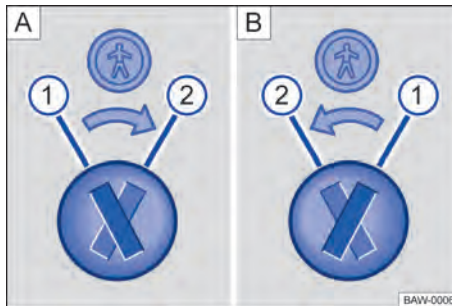

Fig. 43 Cierre de seguridad para niños: [A] puerta trasera izquierda, [B] puerta trasera derecha.
Leyenda para → fig. 43:
- Introducir el paletón de la llave en la ranura del seguro para niños para activarlo o desactivarlo → fig. 43.